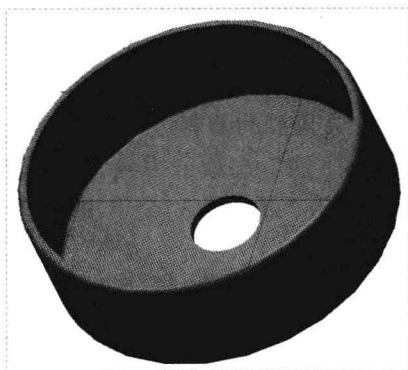

图 6-78 图形文件
Step 01 按【Ctrl+O】组合键，打开图形文件，如图 6-78 所示。